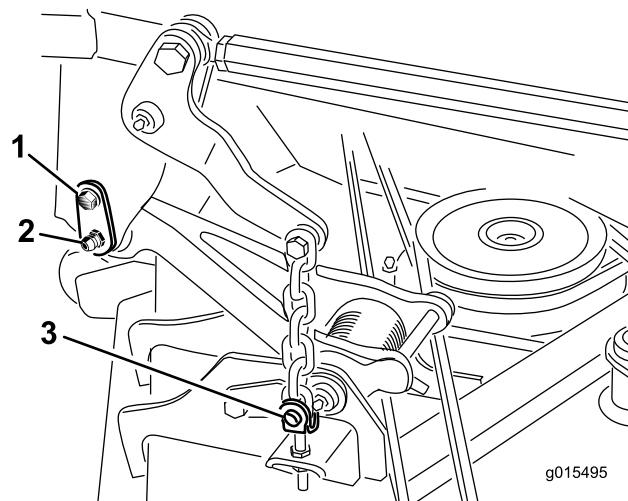

Figura 1
- Retire o parafuso do ombro que prende o pino de retenção à estrutura da carroçaria (Figura 1).
8. Retire os 4 ganchos de anel e pinos de segurança que prendem as correntes de elevação da plataforma aos passadores de ajuste na plataforma de corte (Figura 1).